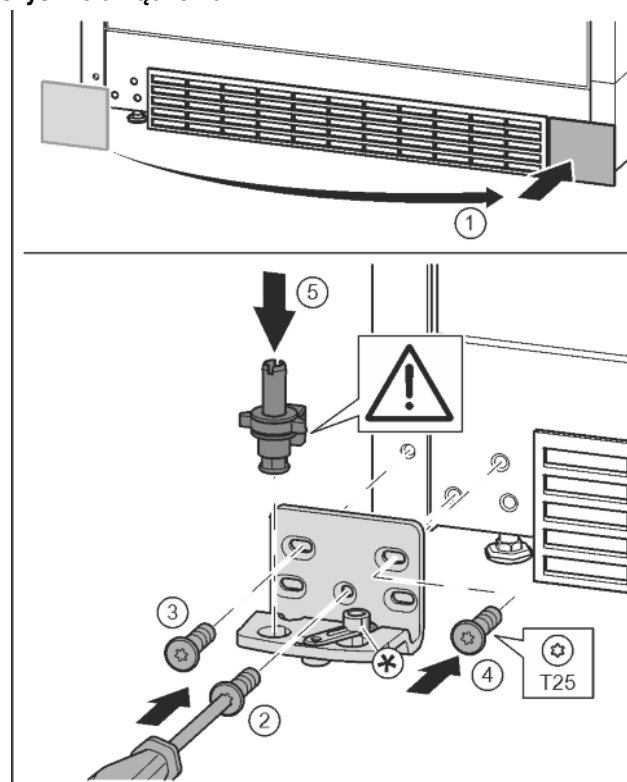

Fig. 17
- ▶ Zdjąć osłonę i założyć z drugiej strony. Fig. 17 (1)
- ▶ Płytkę zawiasu założyć z drugiej strony i przykręcić przy pomocy śrubokręta T25. Rozpocząć śruby 2 dolnej umieszczonej na środku. Fig. 17 (2)
- ▶ Dokręcić śrubę 3 i 4. Fig. 17 (3, 4)
- ▶ Założyć cały sworzeń płytki zawiasu. Przy tym zwrócić uwagę, by krzywka zatrzaskowa wskazywała do tyłu. Fig. 17 (5)